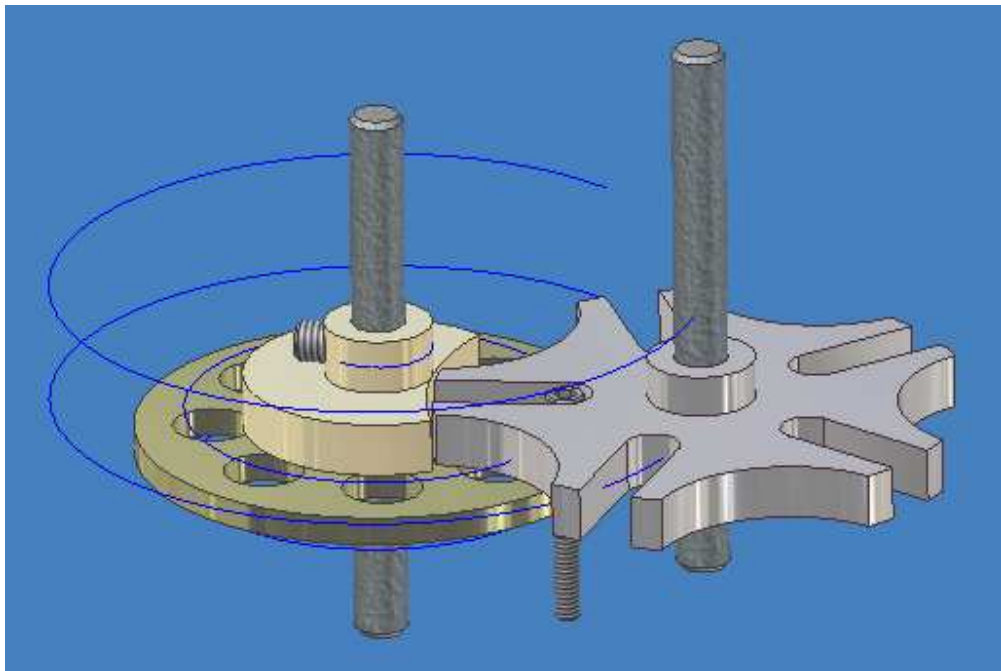

Figura 5.20 Vista previa del movimiento de traslación del mecanismo.
7.-Presione CLEAR y CLOSE para finalizar, figura 5.20.